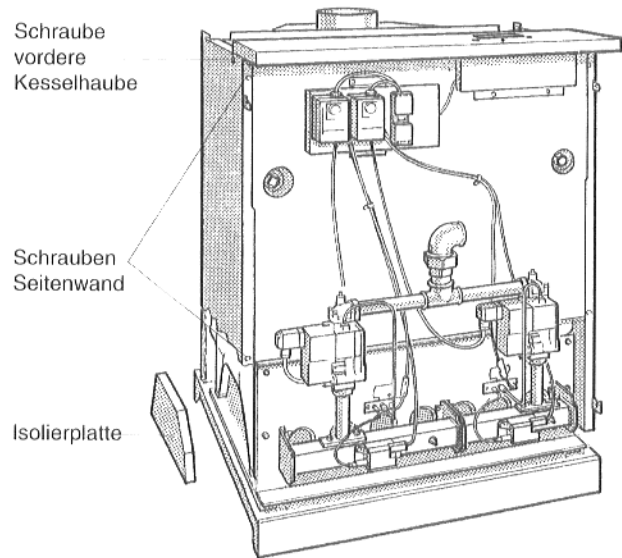

Abb. 12: Kesselvorderseite
- Isolierplatten seitlich zwischen den Gußfüßen eindrücken (Abb. 12).
- Eine Seitenwand an der Zwischenwand auf der Kesselvorderseite mit zwei Blechschrauben befestigen (Abb. 12).
- Die beiden seitlichen Laschen der vorderen Kesselhaube mit zwei Blechschrauben an den Seitenwänden befestigen (Abb. 12).